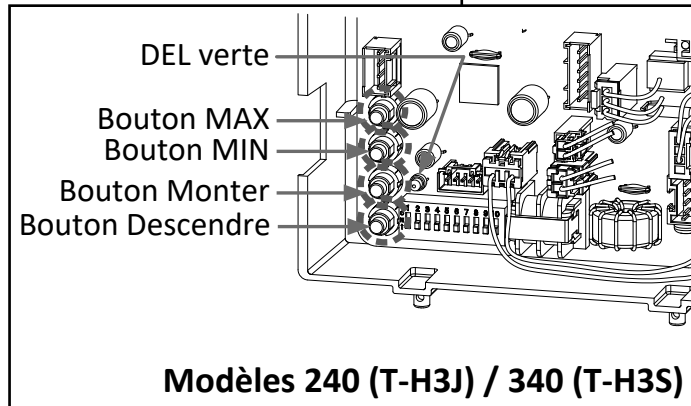
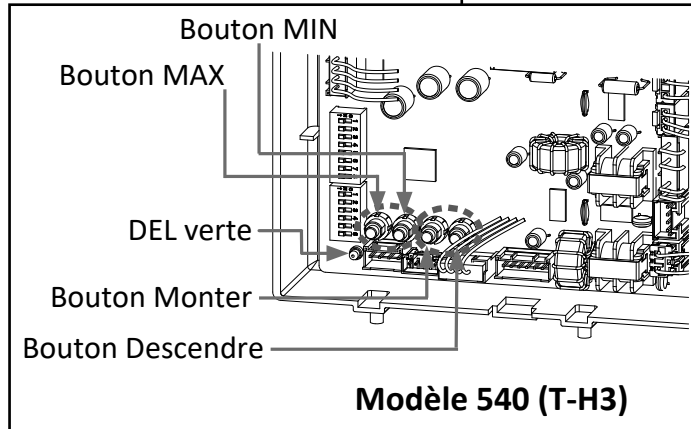

Figure 7
Figure 8
- 9.3 Sur la carte électronique, appuyez simultanément et maintenez enfoncés les boutons INCREASE et DECREASE pendant cing secondes. Voir Figure 7 ou Figure 8, au besoin.
- 9.4 Relâchez les boutons lorsque la DEL verte de la carte électronique s'éteint. (Figure 7 ou Figure 8). La DEL verte se réallumera un peu après.